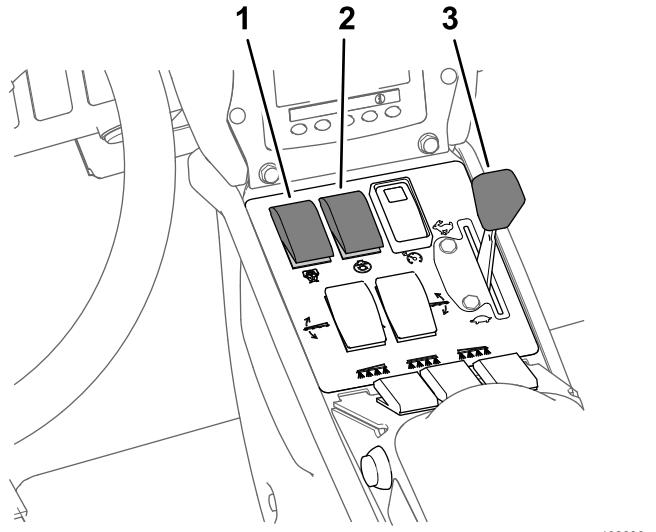

Figura 37
8. Impostate l'interruttore dell'agitatore e l'interruttore della pompa di irrorazione in posizione di ACCENSIONE (Figura 37).
9. Impostate l'acceleratore in posizione VELOCE (Figura 37).
Nota: Questa procedura prevede che la pompa di irrorazione sia accesa; fate riferimento a Figura 37 in Irrorazione in modalità con volume di applicazione (pagina 37).
- Regolate l'acceleratore alla velocità del motore desiderata per irrorare; fate riferimento a Figura 37 in Irrorazione in modalità con volume di applicazione \(pagina 37\).